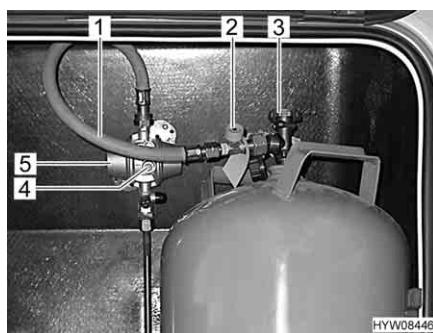

Fig. 70 Vano portabombole
- Chiudere la valvola principale di arresto (Fig. 70,3) della bombola del gas. Osservare la direzione della freccia.
- Svitare manualmente il tubo del gas (Fig. 70,1), dalla bombola del gas (filettatura sinistrorsa).
- Premere con forza il dispositivo antirottura della tubazione (Fig. 70,2) e tenerlo premuto per ca. 5 secondi.
- Premere con forza il pulsante verde (Fig. 70,4) del regolatore di pressione del gas (Fig. 70,5) e tenerlo premuto per ca. 5 secondi. La sorveglianza della pressione è attivata.